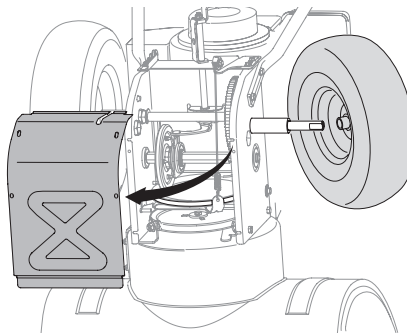

Figura 4-20
- Saque la cubierta del marco desde debajo de la unidad, para lo que debe extraer los tornillos autorroscantes que la sujetan. Consulte la Figura 4-4. Extraiga la rueda derecha para lo que debe sacar el tornillo y la arandela de campana que la sujetan al eje. Consulte la Figura 4-20.